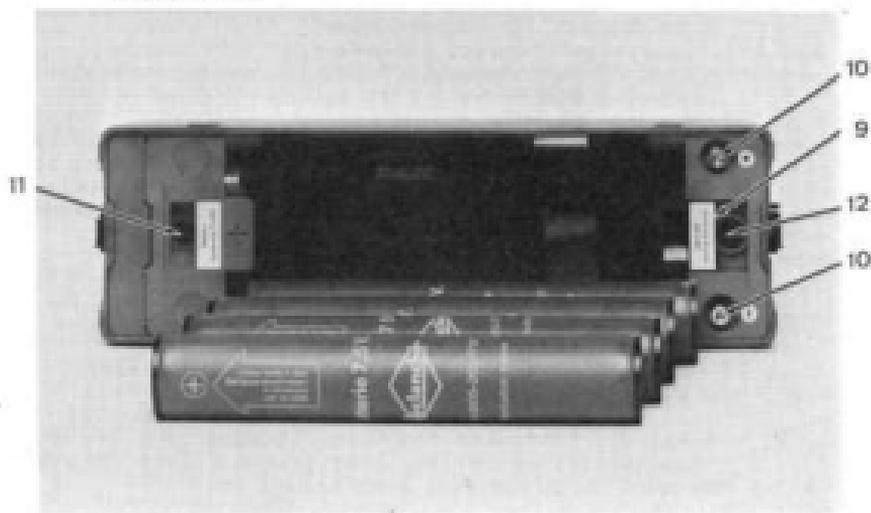

Abbildung 10: Batteriefach für die Aufnahme von Standardbatterien 7,5 V
Eine Sicherung (800 mA T) im Batteriehaltblock mit den Steckkontakten (12 in Abb. 10 Seite 23) schützt die Batterien bei Kurzschluss. Sie ist zugänglich, wenn der zur Fixierung der Batterien dienende schwarze Schieber (9) in Richtung Batterieraum zeigt. Im gegenüberliegenden Batteriehaltblock (mit dem festen Steg) befindet sich eine Reserveversicherung (11).
Wenn der Batteriehalterblock mit dem "+" Zeichen (2) in der Position für die Aufnahme von Standardbatterien 7,5 V (Abbildung 10) steht, d.h. bei nicht sichtbarer weißer Markierung, ist wie folgt vorzugehen:
- Beide Schrauben (1) in der Batteriefach-Wand lösen
- Halteblock (2) herausziehen
- Perforierten Lappen (3) (19 mm breit) am Halteblock abbrechen
- Halteblock (2) so in die seitlichen Führungsrippen (4) einsetzen, dass dessen Rückseite (5) oben mit der Innenkante der Schmalseite (6) des Batteriefaches bündig wird (wie Halteblock auf der gegenüberliegenden Seite).
- Beide Muttern (7) in den Führungsnuten soweit verschieben, dass sie mit den Schraubenlöchern (1) übereinstimmen
- Auf der Längswand des Batterieraumes ist die weiße Markierung (8) in ihrer ganzen Breite sichtbar.